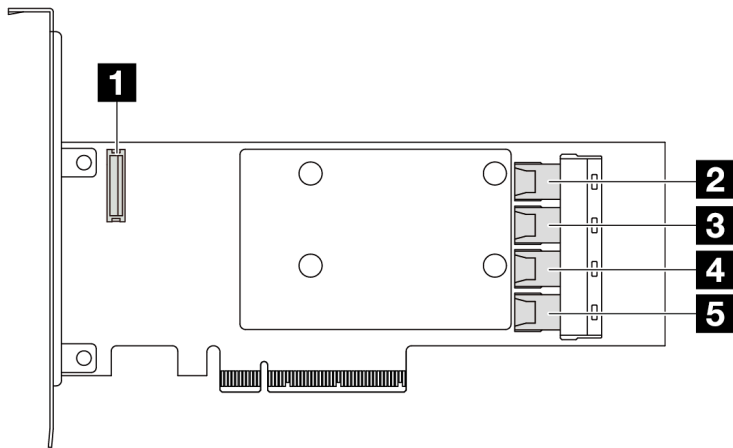

図 297. A Gen 3 16i SFF RAID/HBA アダプター (4 ポート・コネクタ)
- 301 ページの 図 297 「Gen 3 16i SFF RAID アダプター (4 ポート・コネクタ)」